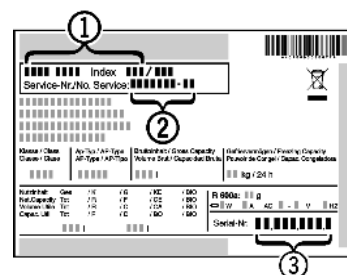

Fig. 6
- ▶ Z nazivne ploščice odčitajte oznako aparata *Fig. 6 (1)*, servisno št. *Fig. 6 (2)* in serijsko št. *Fig. 6 (3)*. Nazivna ploščica se nahaja na levi strani notranjosti aparata.
- ▶ Obvestite servisno službo in jim povejte, za kakšno napako gre, povejte pa tudi oznako aparata *Fig. 6 (1)*, servisno št. *Fig. 6 (2)* in serijsko št. *Fig. 6 (3)*.